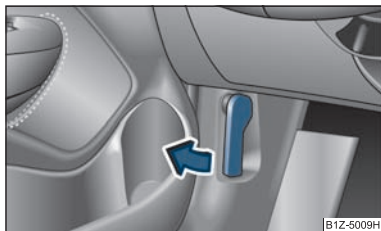

Fig. 120 Palanca de desbloqueo para el capó
- Tire de la palanca de desbloqueo debajo del tablero de instrumentos, lado del conductor ⇒ fig. 120.
- Desbloquee el capó del vano motor ⇒ fig. 120.